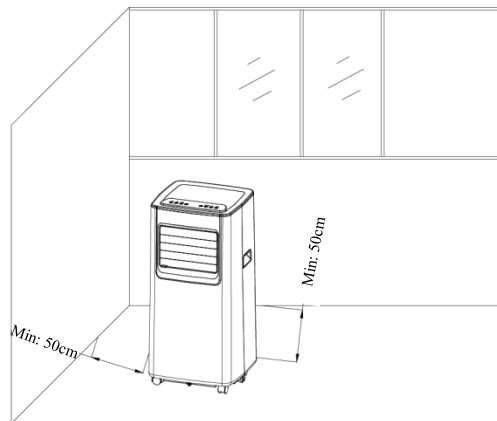

Abbildung 4
- 1) Bewegen Sie das Gerät mit installiertem Wärmerohr und Armaturen vor das Fenster. Der Abstand zwischen dem Gehäuse und Wänden oder anderen Objekten muss mindestens 50 cm betragen (wie in Abb.4 dargestellt).